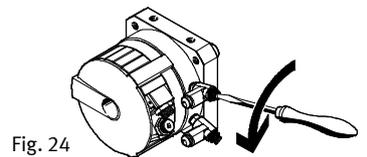

Fig. 24
6. Abra lentamente las válvulas de estrangulación y antirretorno (Fig. 24), hasta ajustar la velocidad de giro deseada. La palanca de tope debe alcanzar siempre con seguridad la posición final, pero no debe golpear fuerte contra ella.